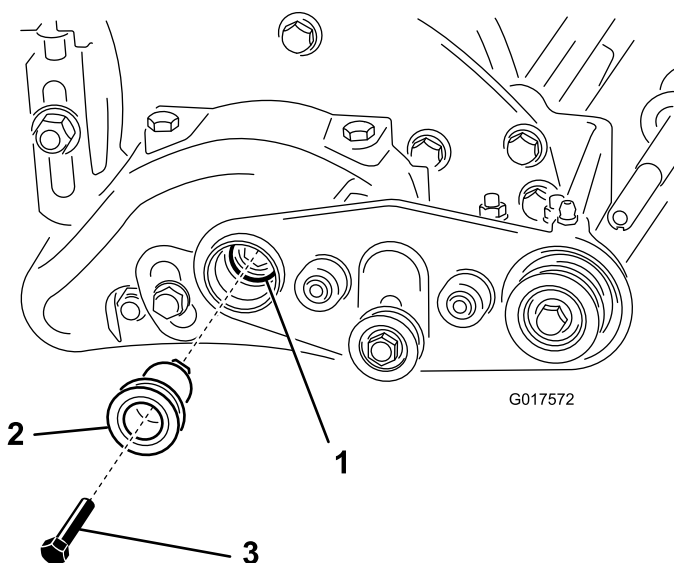

図 16
- A. 左ブラシサポートの穴に駆動プーリを通し、必要に応じて回転させながらブラシドライバへ挿入する 図 16。
B. 六角ボルトのねじ山に「ネバーシーズ」を塗って、この六角ボルトで駆動プーリををブラシドライバに 図 16 のように固定する。六角ボルトを 89Nm 0.80.9kg.m = 7080in-lb にトルク締めする。